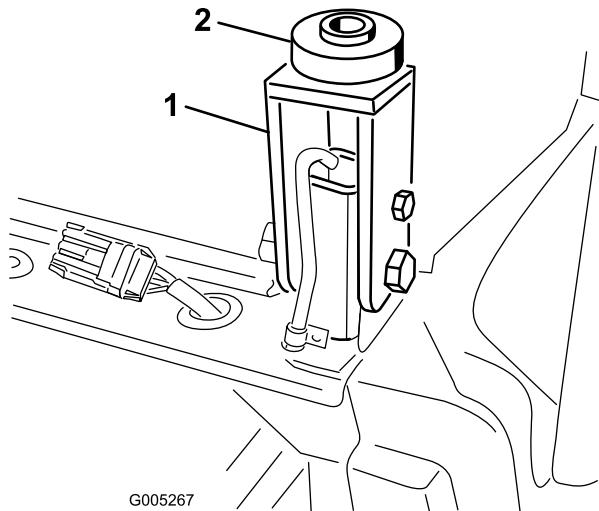

Figura 23
- Instale un tajo de goma en cada punto de montaje trasero de la cabina (Figura 23).